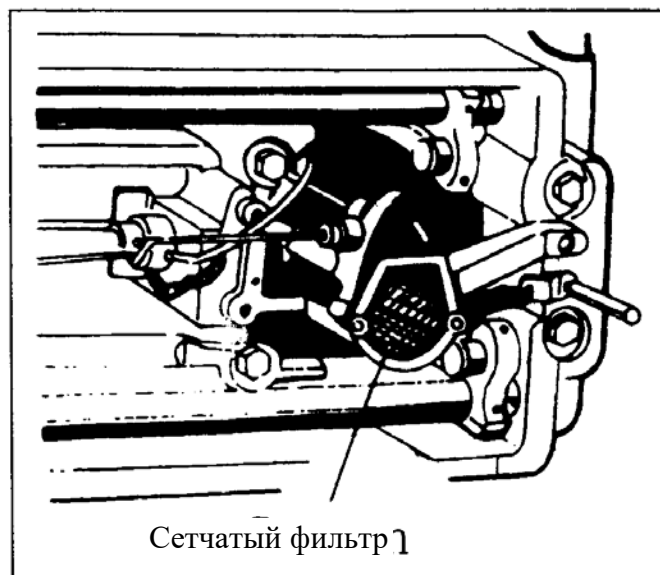

Рис. 33.
3) Чистка масляного насоса, сетчатого фильтра (см. рисунок 33).